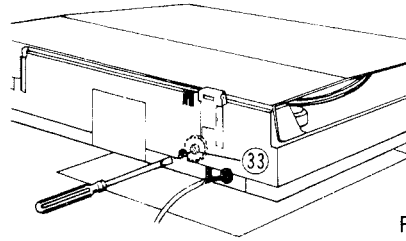

Figure 5
- 2-1. If the tonearm is above or on the turntable, turn the Pulley (33) counterclockwise through the hole referring to Fig. 5 with the slotted-head screwdriver (width 2.5~4 mm) until tonearm moves to its rest position.
- 2-4. Move the tonearm to the position where the Cover (10) was mounted, turning the Pulley (33) clockwise (Fig. 5).
NOTE: If the tonearm does not move by turning the Pulley (33) (Fig. 5), an additional force by finger should be added to the bended part of tonearm in the desired direction.
- 2-1. トーンアームがターンテーブル上にある場合は、マイナスドライバーでプーリー(33)を反時計方向に回してトーンアームをアームレストまで移動させる。(図5)
- 2-4. プーリー(33)を時計方向に回し(図5)、トーンアームをカバー(10)をはずした位置まで移動させる。